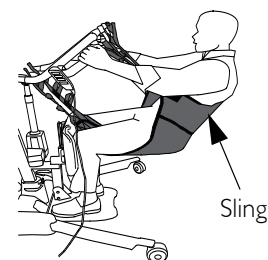

FIGURE 4.2 Levage du Patient
REMARQUE: Pour cette procédure, consultez la FIGURE 4.2 page 46.
1. Donnez au patient la consigne de se tenir aux poignées des deux côtés du lève-personnes verticalisateur (Détail «A» de la FIGURE 4.2).
4. Lors du transfert depuis un fauteuil roulant, bloquez les roues du fauteuil (Détail «B» de la FIGURE 4.2).
5. Appuyez sur le bouton de montée (UP) sur la télécommande pour lever le patient au-dessus de la surface (lit, fauteuil roulant, ou chaise). Le poids du patient est entièrement supporté par le lève-personnes verticalisateur (détail «C» de la FIGURE 4.2).